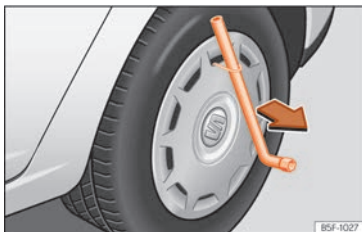

Fig. 42 Retirer l'enjoliveur intégral.
- Introduisez la clé démonte-roue à travers le crochet, appuyez-la sur le pneu et retirez l'enjoliveur » fig. 42.